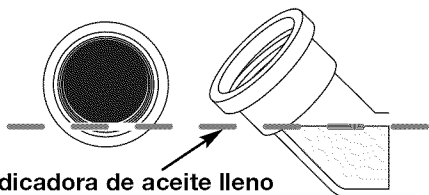
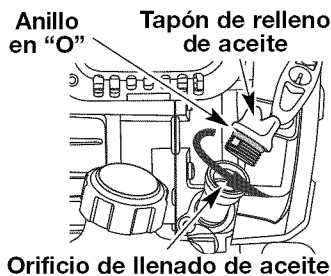

Fig. 13
Fig. 11
2. Saque el tapón de aceite/ varilla de medición del cigüeñal (Fig. 11).
2. Quite el tapón de llenado de aceite del cárter (Fig. 11).
3. Revise el orificio de llenado de aceite (Fig. 11). Si el nivel de aceite llega hasta la primera rosca, entonces no añada más aceite (Fig. 13). Si no es así, continúe llenando con aceite hasta que llegue a la marca.